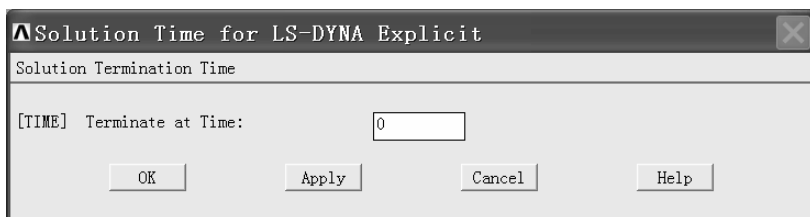

图 10-110 “Solution Time for LS-DYNA Explicit”窗口
(1) 依次选择 Main Menu>Preprocessor>Solution>Time Controls>Solution Time，弹出“Solution Time for LS-DYNA Explicit”窗口（见图 10-110）。